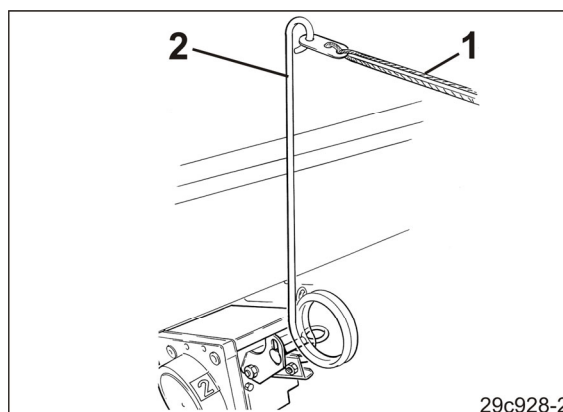

Рис. 125
13. Трос (Рис. 125/1) для переміщення важеля керування (Рис. 125/2) розподільної коробкою (при наявності) прокладіть в кабіну трактора.